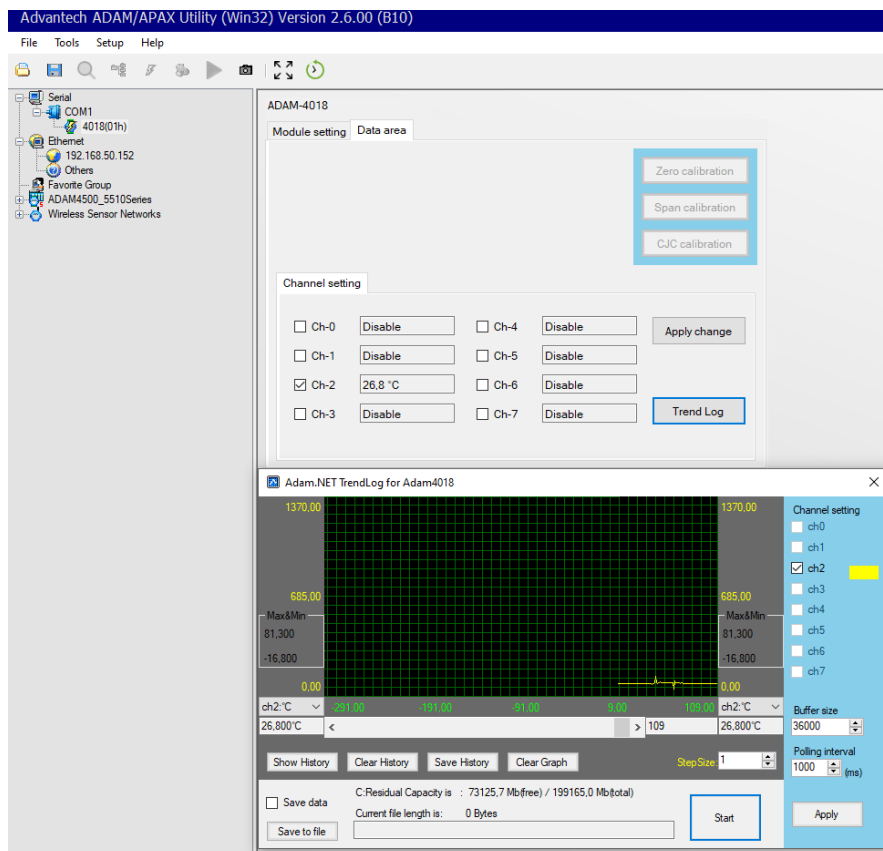

Рис. 1.18. Вікно вибору каналів вимірювання
1.3.5.3. Для вимірювання аналогового сигналу необхідно натиснути на кнопку «Data area». Після появи вікна (рис. 1.18) обрати необхідний канал вимірювання: CH1, до якого підключений аналоговий сигнал напруги та натиснути кнопку «Apply change» для збереження налаштувань.